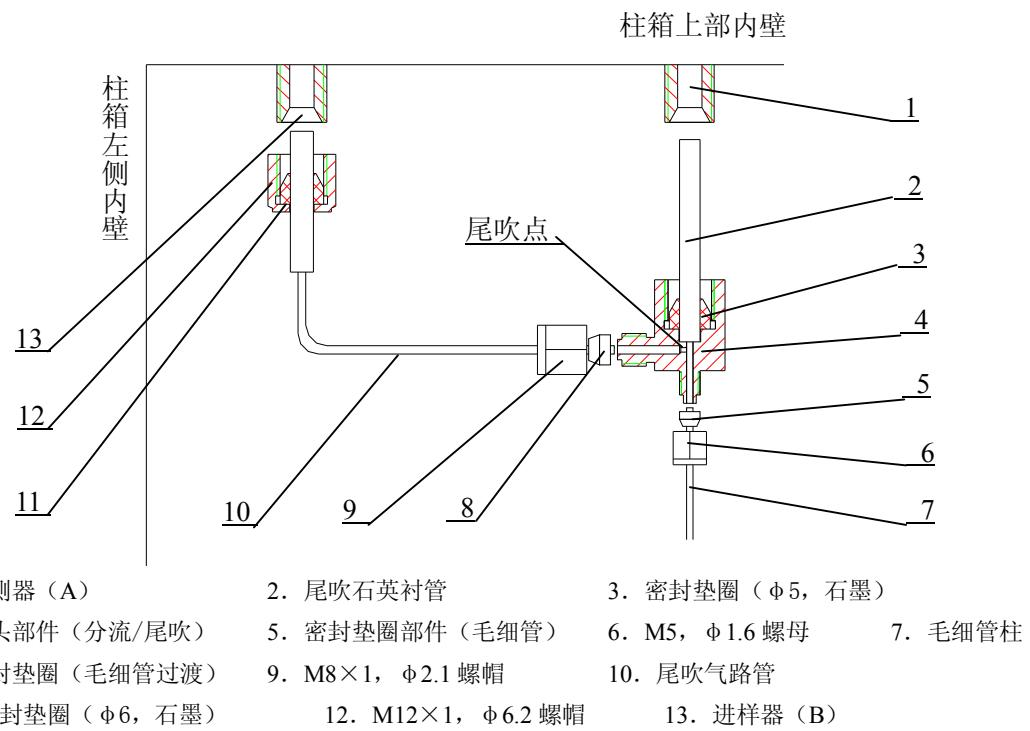
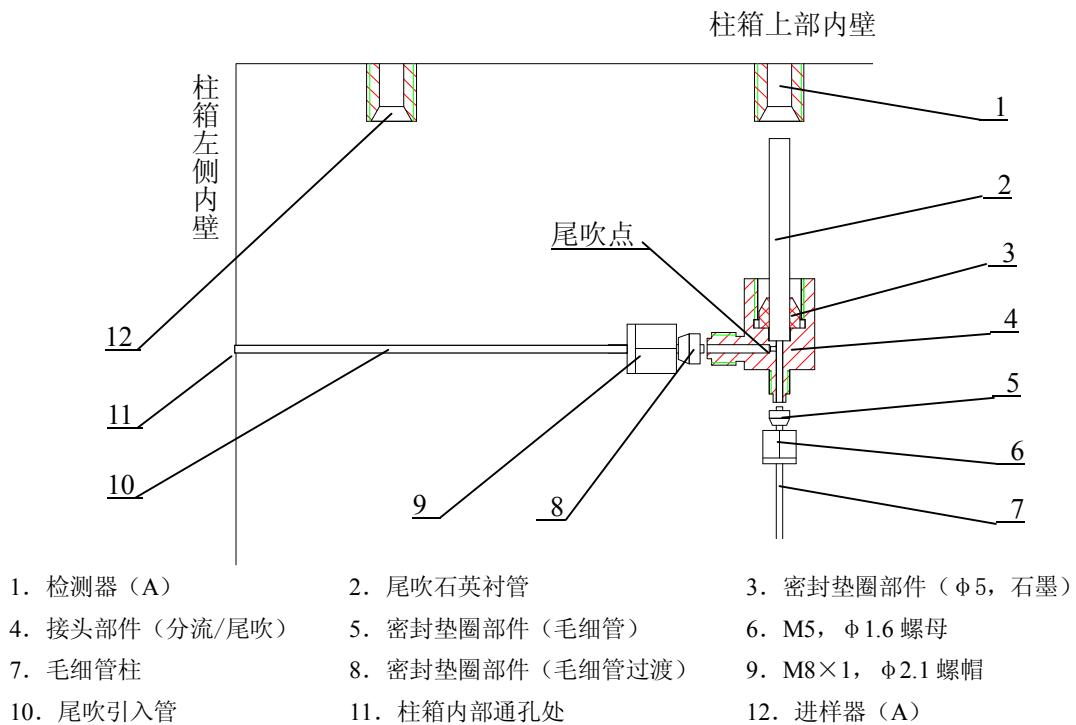

图 5-6 接头部件 (分流/尾吹) 与进样器 (B) 连接示意图
图 5-7 接头部件 (分流/尾吹) 与尾吹引入管连接示意图
配置为 GC112A-4、GC112A-5、GC112A-6 和 GC112A-7 的接头部件 (分流/尾吹) 与 FID 检测器的连接步骤 (见图 5-6):
配置为 GC112A-1、GC112A-8 和 GC112A-9 的接头部件 (分流/尾吹) 与尾吹引入管连接步骤 (见图 5-7):
- 4) 再用另一柱头推入安装于 FID 检测器进口端的接头部件（分流/尾吹），柱头必须伸过尾吹点。持住这个位置，用扳手将螺帽旋紧。届时，毛细管柱安装结束。参见图 5-6、图 5-7。